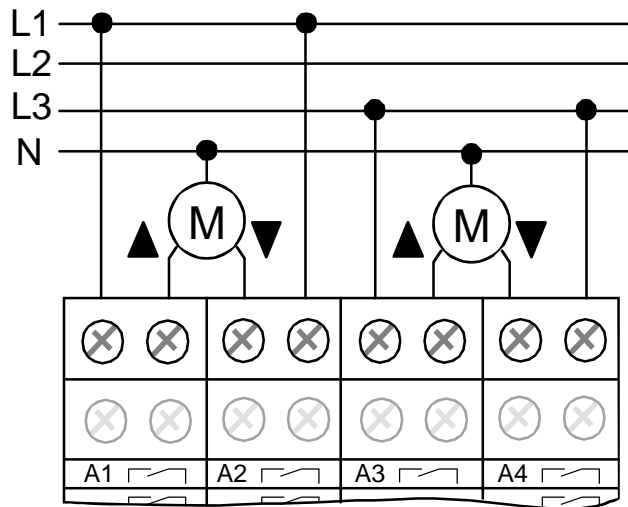

Bild 2: Elektrischer Anschluss für 230 V-Antriebsmotoren im Jalousiebetrieb
- Antriebsmotoren gemäß Bild 2 anschließen (Anschlussbeispiel).